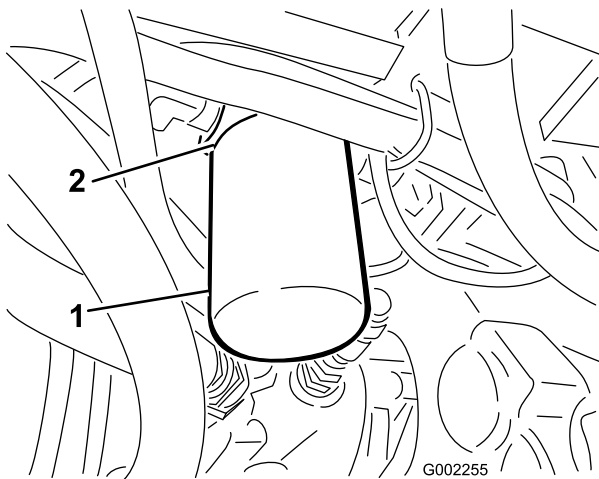

Figure 57
2. Nettoyez la zone autour de la surface de montage du filtre (Figure 57).
4. Retirez le filtre (Figure 57).
5. Lubrifiez le joint du filtre neuf (Figure 57).